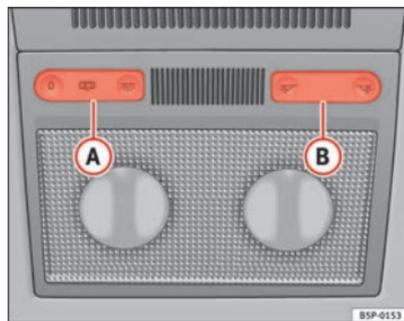
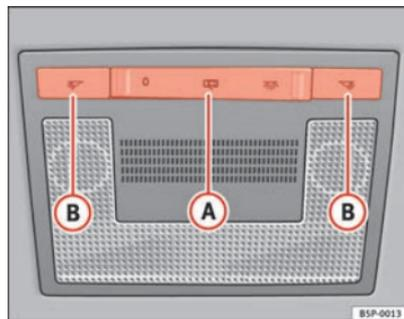

Fig. 79 Revestimento interior do tejadilho: luzes dianteiras de leitura tipo 1
Fig. 80 Revestimento interior do tejadilho: luzes dianteiras de leitura tipo 2
Premir o respectivo botão ⇒ fig. 79 (B) e ⇒ fig. 80 (B), para acender a luz de leitura.